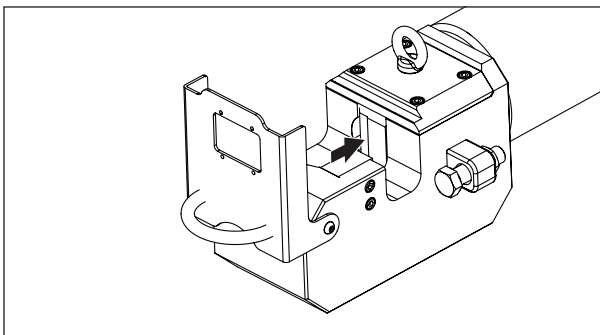

Figura 8, Pistón y cuchilla en posición inicial (completamente retraídos)
Asegúrese siempre de que el pistón y la cuchilla móvil estén en la posición "inicial" completamente retraída antes de colocar cualquier material en el cabezal de corte. Véase Figura 8.
2. Asegúrese de que el pistón esté en la posición "inicial" (totalmente retraído). Véase Figura 8.
- 1. Arranque la bomba. Mueva el pistón a la posición "inicial" (totalmente retraído). Véase Figura 8.
1. Arranque la bomba. Mueva el pistón a la posición "inicial" (totalmente retraído). Véase Figura 8.